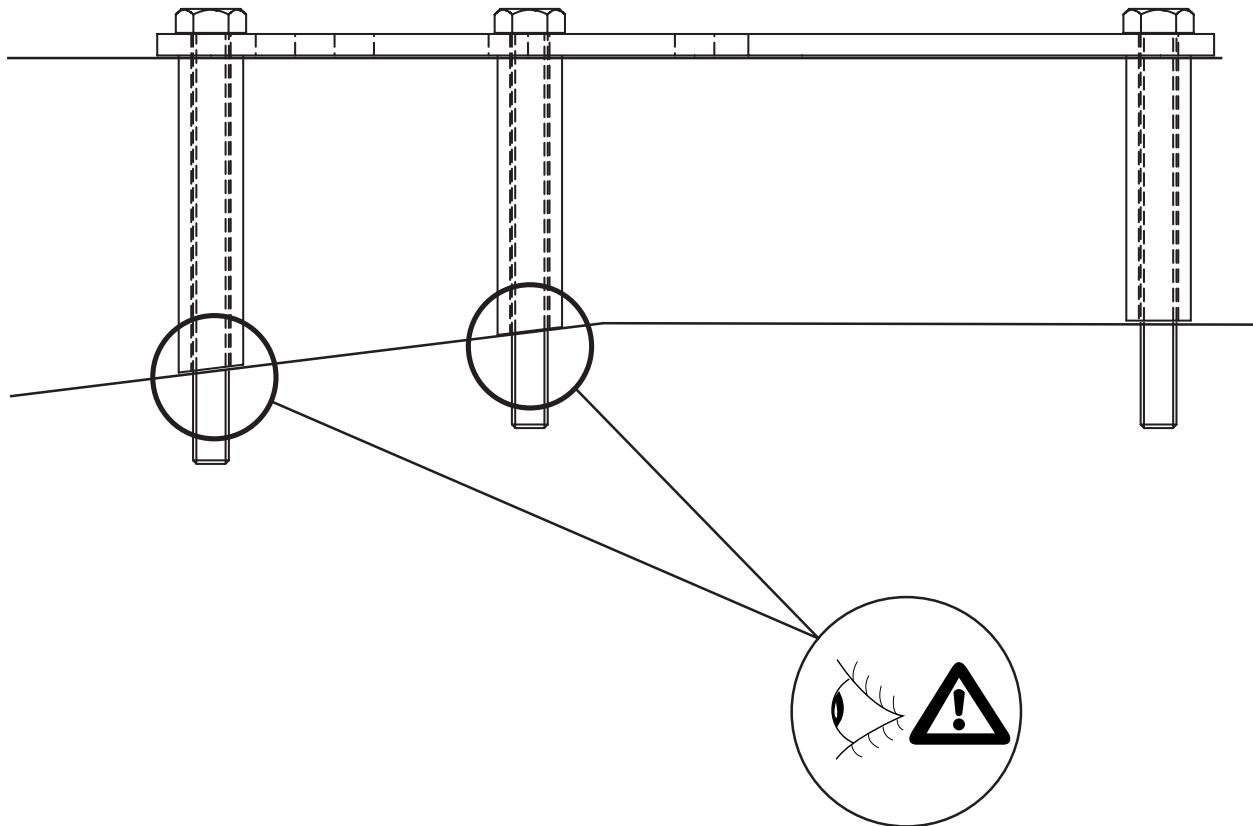

Fig.5
- Wywiercąc otwory A i B w bagażniku do około 10,5 mm. Patrz rysunek 5.
12. Zamontowac hak holowniczy razem z przyklem zabezpieczającym C i umieszcic w wywierconych teraz śrubach. Patrz rysunek 5.